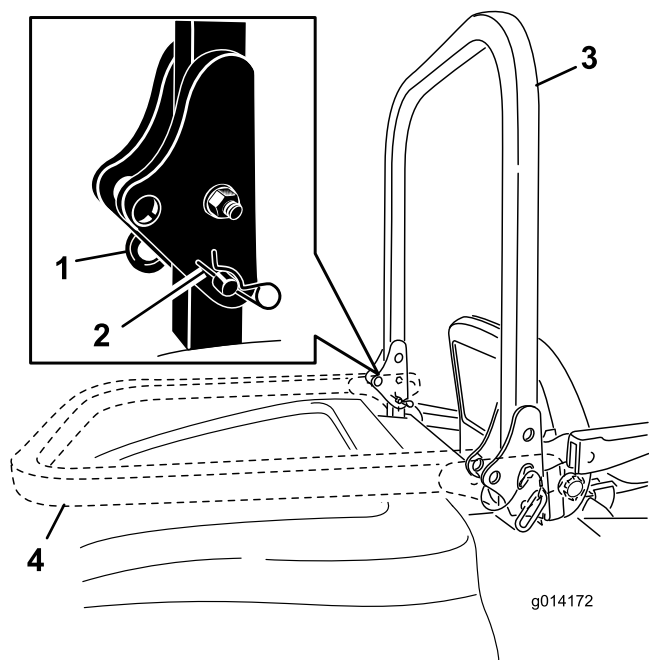

図 12
1. ROPS を下げるには、バーを前方に押し固定ピンに掛かっている力をゆるめた状態で、左右の固定ピンを抜き取る (図 12)。
2. バーを降ろす(図 12)。
3. ピンとヘアピンコッターで固定する(図 12)。
4. ROPS を立てるには、機体の左右でヘアピンコッターを抜き、ピンを外す(図 12)。
5. ROPS をまっすぐに立ててピンで固定し、ヘアピンコッターでロックする(図 12)。